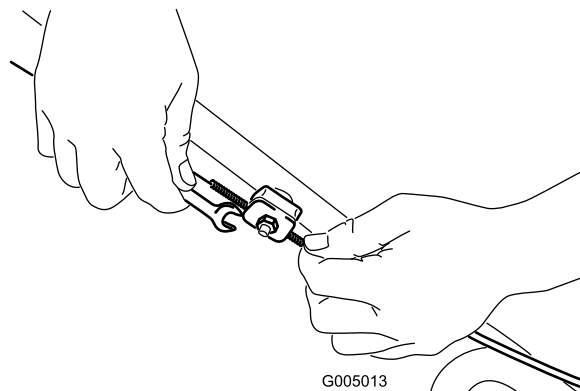

Figure 37
- Desserrez l'écrou du support de guidage du câble (Figure 37).